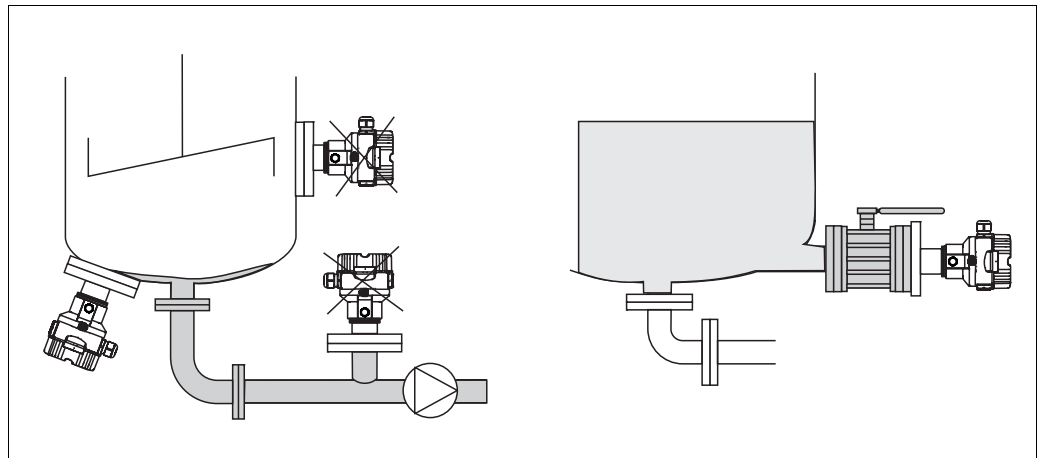

Fig. 15: Montaje para medición de nivel
- Endress+Hauser ofrece un soporte de fijación para montar el equipo en una tubería o pared. → Fig. 15, sección 3.3.5 "Montaje en pared y tuberías (opcional)".